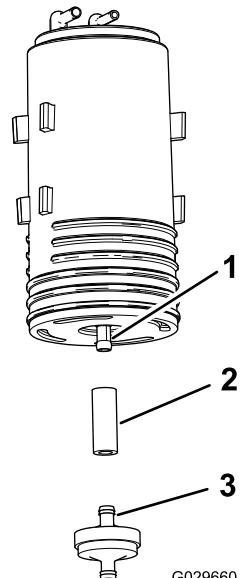

Рисунок 47
4. Снимите фильтр с угольным элементом и короткий отрезок шланга с нижнего штуцера старого угольного элемента (Рисунок 47).
5. Подсоедините шланг к нижнему штуцеру нового угольного элемента (Рисунок 47).
- Вставьте штуцер нового фильтра с угольным элементом в шланг (Рисунок 47).